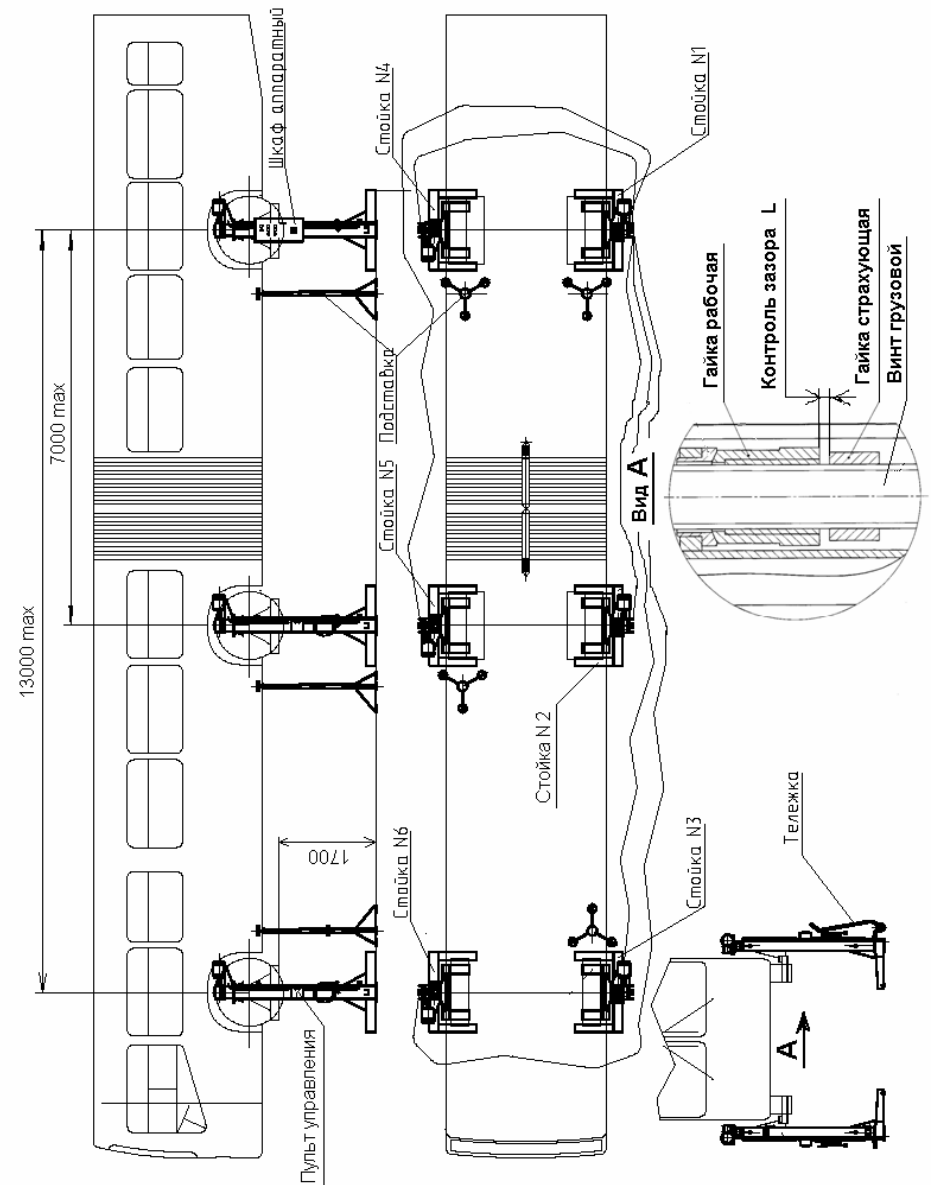

Рис. 1. Подъемник передвижной ПП-30
4.1. Подъемник состоит из шести стоек (см. Рис.1 и Рис.2), каждая из которых имеет электромеханический привод, каретку, грузовой винт, рабочую и страховую гайки, конечные выключатели верхнего и нижнего положения кареток. На первой стойке установлен шкаф аппаратный, имеющий корпус с панелью электрооборудования, автоматический выключатель, лампочку «Сеть», кнопки «Вверх» и «Вниз» для управления первой стойкой и кнопки «Вверх» и «Вниз» для управления всеми стойками одновременно.
- 5.23. При длительном ремонте и обслуживании на подъемнике под раму автомобиля или спец. места автобуса для страховки устанавливать подставки (см. Рис.1 и Рис. 2).